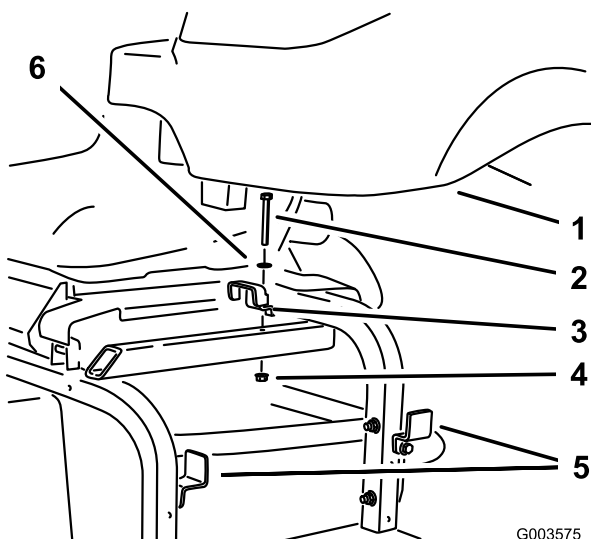

Figura 7
9. Retire o suporte superior do depósito hidráulico da estrutura da máquina e desaperte os dois suportes do lado da estrutura. (Figura 7). Retire o depósito e guarde o hardware.